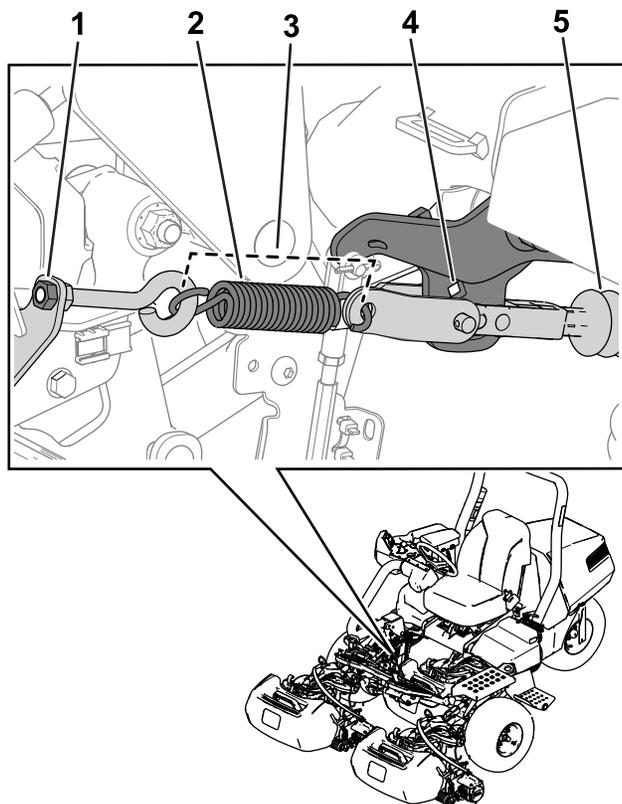

图 30
注意 请参阅图 30 了解此程序。
5. 松开将环眼螺栓固定到弹簧支架上的螺母释放弹簧上的张力图 30。
3. 如图 30 所示安装弹簧。
4. 安装时拧紧环眼螺栓螺母使弹簧长度为 11.4cm 图 30。